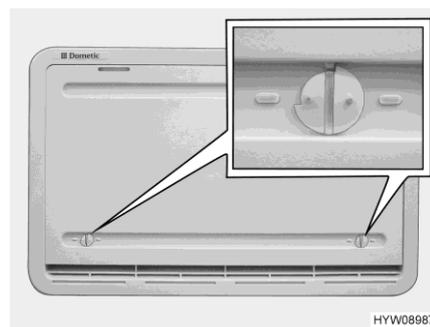

Fig. 133 Copertura invernale (griglia di aerazione del frigorifero)
Le coperture invernali (Fig. 133) proteggono il gruppo frigorifero dall'aria fredda. Posizionare le coperture invernali davanti a entrambe le griglie di aerazione del frigorifero quando la temperatura esterna scende al di sotto di +10 °C (sia per funzionamento elettrico che a gas).
- Aprire entrambi i bloccaggi (Fig. 133), la scanalatura risulterà orizzontale.